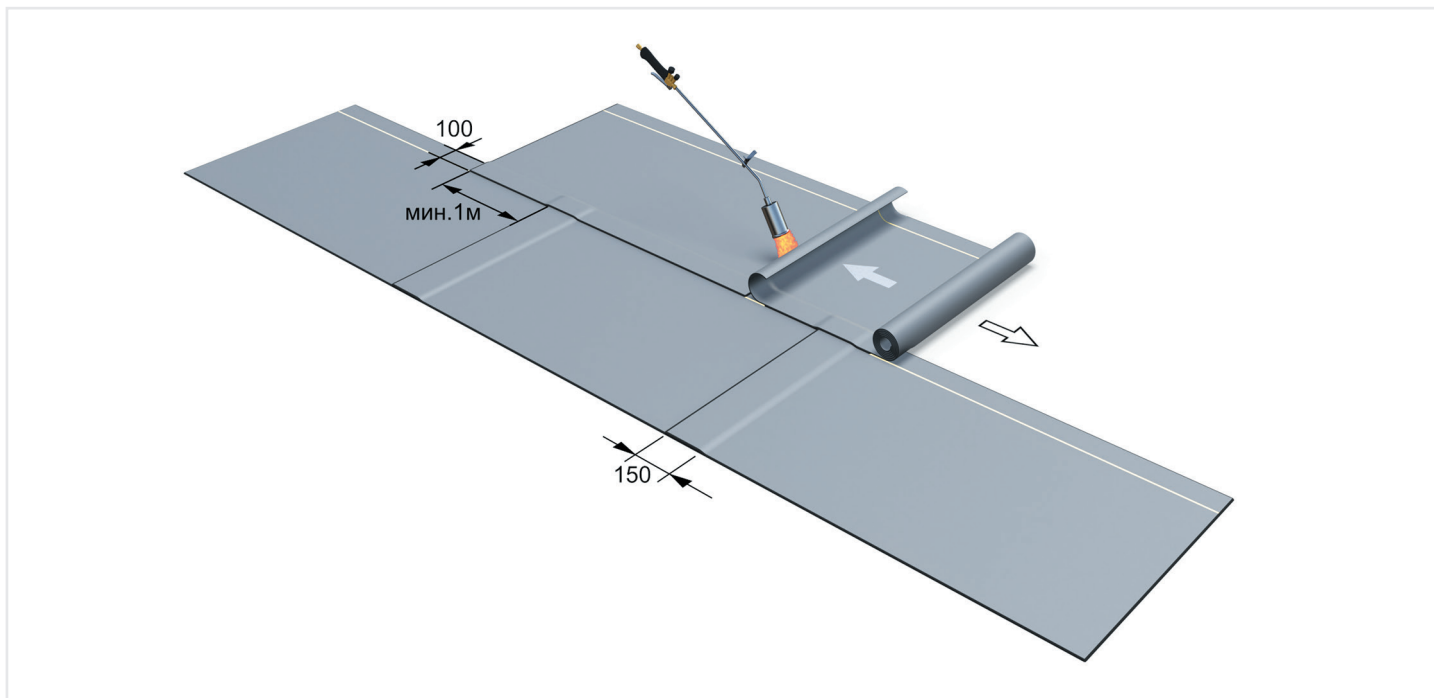

Рисунок 42 – Укладка следующего ряда полотен
5.7.3.6 Полотна следующего ряда наплавлиются со смещением торцевых швов минимум на 1 м (относительно предыдущего) и продольными нахлестами 100 мм (Рисунок 42)